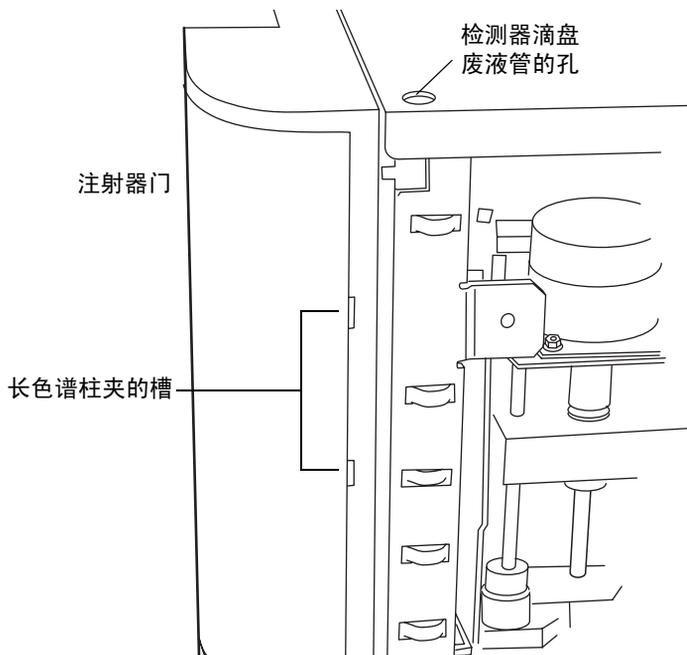

图 2-7 用于流路连接的框架开口的侧视图
6. 管路由顶面板上的孔（图 2-7）进入注射器室。将管路的末端放在注射器室下面的滴盘上。
“启动套件”中包括两套色谱柱夹和 M4×10 螺丝。可使用短色谱柱夹将色谱柱安装在前面板上注射器门后面的室中，色谱柱的外径最大为 7.9 mm，长度最大为 15 cm。如果要使用更长的色谱柱，请安装长色谱柱夹，这样，它们将穿过图 2-7 中所示的槽从“分离单元”的侧面伸出。